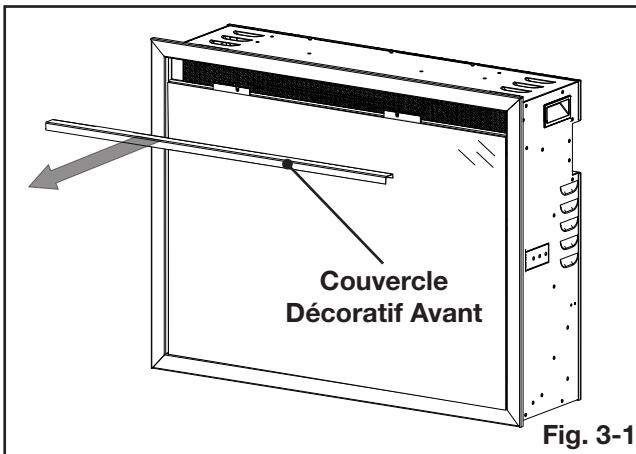

Fig. 3-1
1. Retirez le couvercle décoratif avant maintenu en place par 2 aimants (**Fig. 3-1**).